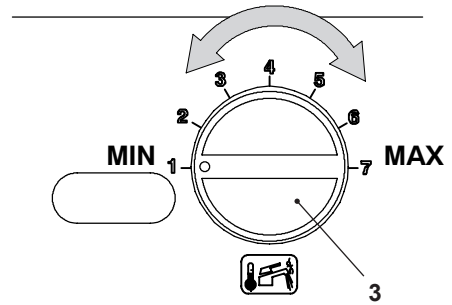

Fig. 9.12
- Ruotare la manopola regolazione temperatura sanitari 3 in Fig. 9.12 al minimo, sul display LCD compare la seguente visualizzazione (la sequenza P09 si alterna a 01).